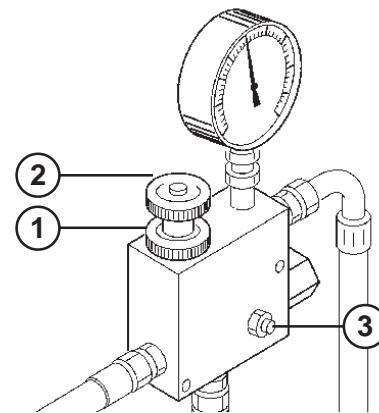

fig. 34
Se occorre aumentare il numero di giri della ventola per la distribuzione di concimi più pesanti, agire con prudenza ed attenzione nel seguente modo (Fig. 34):
- allentare il volantino (1, Fig. 34);
- ruotare in senso orario od antiorario il volantino (2, Fig. 34) per diminuire od aumentare la pressione e di conseguenza modificare i giri della soffiante.